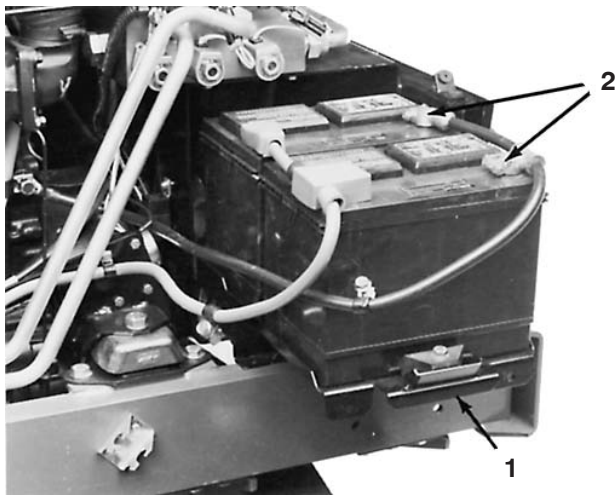

Figure 55
2. Retirez les vis de fixation du support de batteries et sortez le support (Fig. 55).
4. Débranchez les connecteurs des câbles négatifs (-) des batteries (Fig. 55). Connectez un chargeur de 3 à 4 A aux bornes des batteries. Chargez les batteries au régime de 3 à 4 ampères durant 4 à 8 heures.